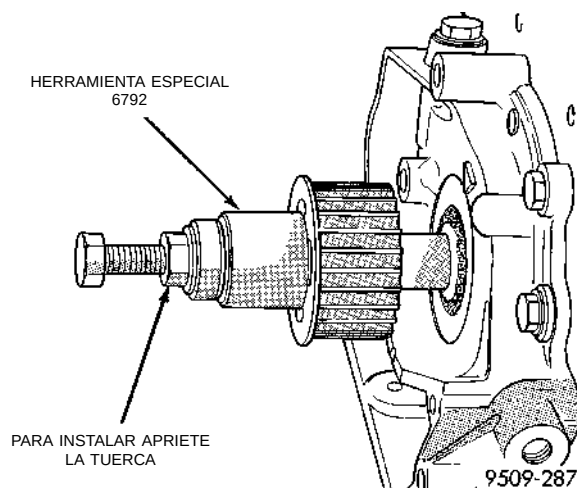

Fig. 77 Rueda dentada del cigüeñal—Instalación
- (7) Instale la rueda dentada del cigüeñal, utilizando la Herramienta especial 6792 (Fig. 77).
- (8) Instale el tubo de absorción de la bomba de aceite y el colector de aceite.
- (9) Instale la correa de distribución. Consulte Instalación de la correa de distribución en esta sección.